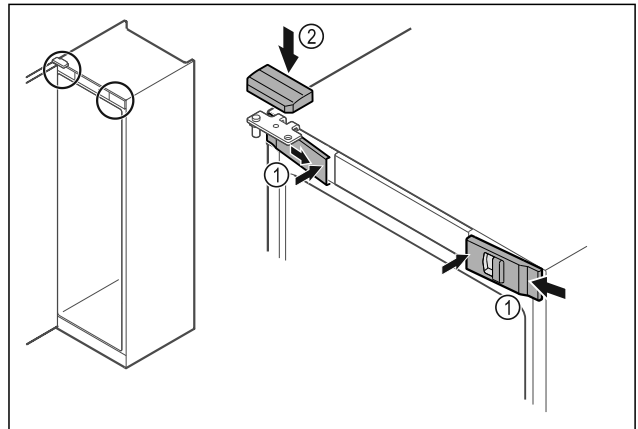

Fig. 50
- Voorste afdekkingen Fig. 50 (1) zijdelings aanbrengen en van binnen vastklikken.
- Bovenste afdekking Fig. 50 (2) van boven vastklikken.